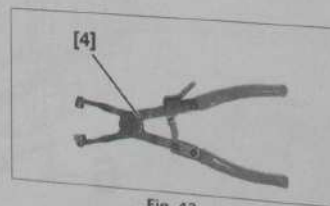

Fig. 43
- [4], Pince pour collier élastique (réf : 0165-Z) (Fig. 43).